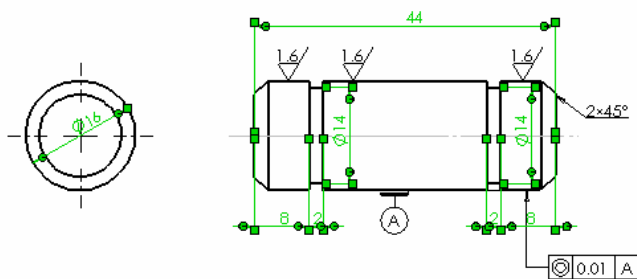
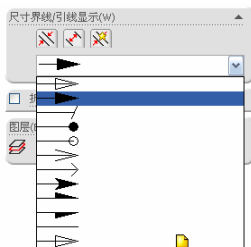
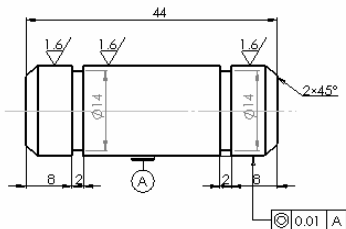

图 15-24 选择尺寸线
图 15-25 “尺寸界线/引线显示”面板
图 15-26 更改尺寸属性
⑦ 选择主视图中的所有尺寸，如图 15-24 所示，在“尺寸”属性管理器中的“尺寸界线/引线显示”面板中选择实心箭头，如图 15-25 所示。单击“确定”按钮，修改后的主视图如图 15-26 所示。